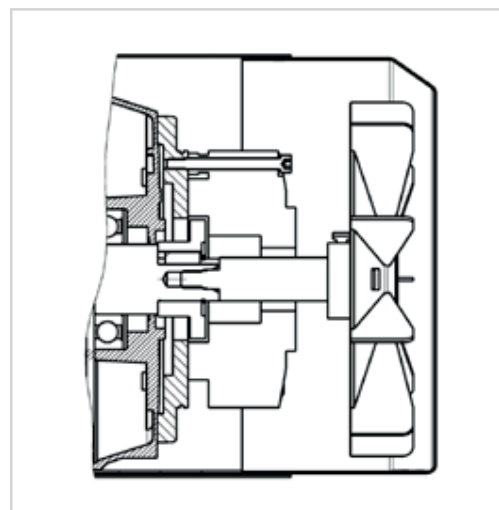

Рис. 2. Двигатели АДЧР56-355 «Т»
- с электромагнитным тормозом и самовентиляцией – модификация «Т» (рис.2);